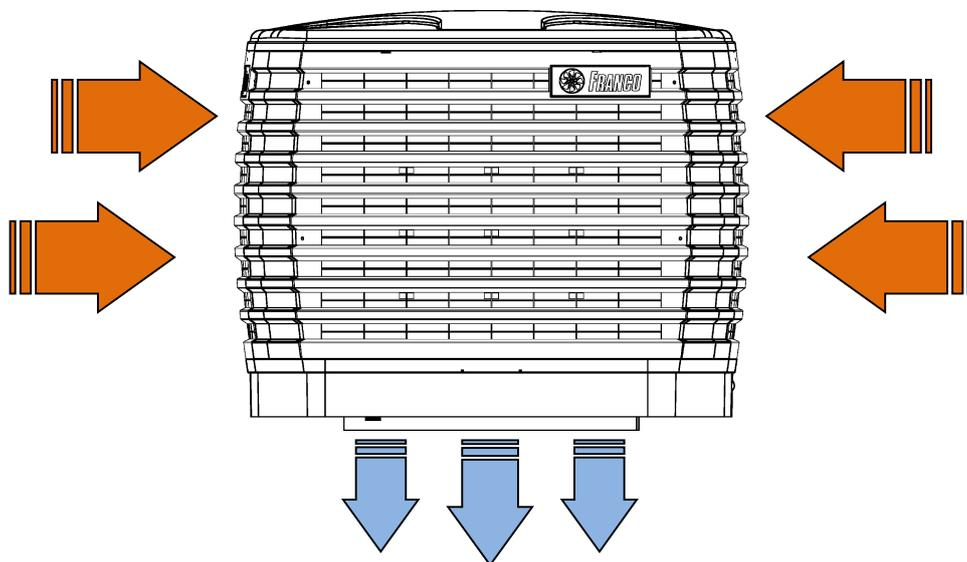

Fig. 3.1
- Vérifiez la bonne direction du flux d'air (Fig. 3.1) ;